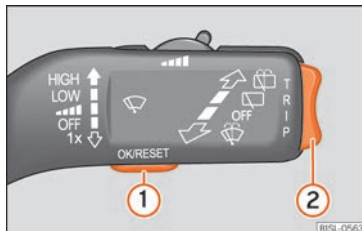

Fig. 62 Palanca del limpiaparabrisas: teclas para utilizar los menús del cuadro de instrumentos.
- Con el encendido conectado, y visualizando la memoria 1 o 2, pulse brevemente la tecla **OK/RESET** » fig. 62 ① para cambiar de una memoria a otra
Mientras haya una advertencia con prioridad 1 »»» pág. 73, no se podrá acceder a ningún menú. Algunas advertencias se pueden confirmar y ocultar con la tecla »»» fig. 62 (1).